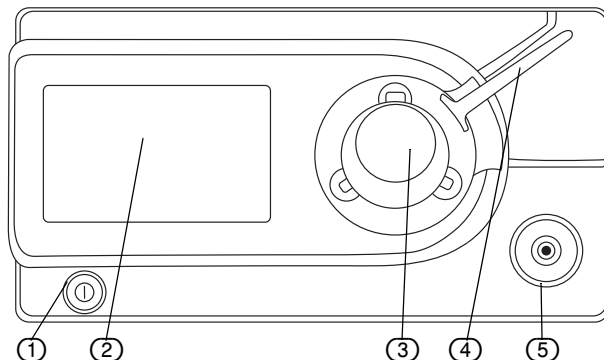

Fig. 5-1 Parte anteriore dell'apparecchio
4. Premere l'interruttore **ON/OFF** (vedere Fig. 5-1 "Parte anteriore dell'apparecchio"). L'apparecchio esegue un'inizializzazione e un autotest. Sul display compaiono il messaggio di avvio e una barra che visualizza l'avanzamento dell'autotest.
Per **Standard Insufflation**, collegare un set di tubi convenzionale sulla parte anteriore dell'apparecchio (vedere Fig. 5-1 "Parte anteriore dell'apparecchio", pagina 15 (5)). Per le modalità **Smoke Evacuation** e **AirSeal**, collegare il set di tubi alla presa con filtro sulla parte anteriore dell'apparecchio (vedere Fig. 5-1 "Parte anteriore dell'apparecchio", pagina 15 (3)).